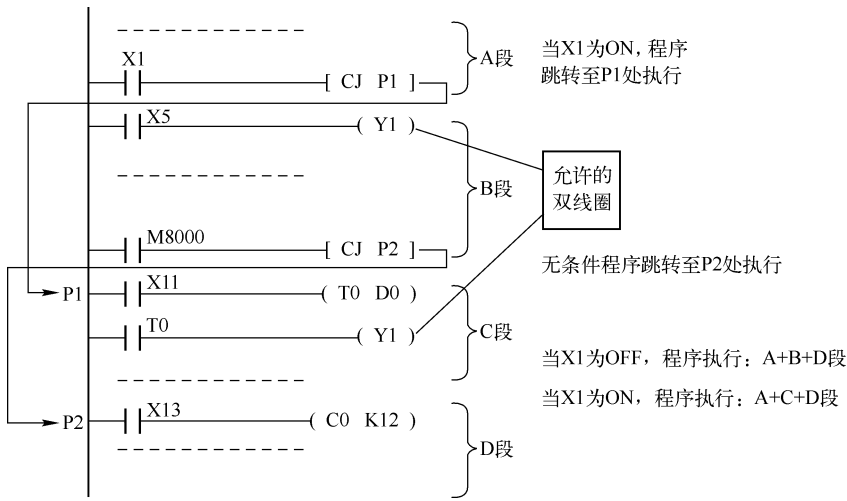

图 8-5 二选一程序段
(1) 由于跳转指令具有选择程序段的功能。在同一程序中因跳转而不会被同时执行的同一线圈，不被视为双线圈。如图 8-5 所示，当 X1 为 ON，则程序执行 A + C + D 段，当 X1 为 OFF，则程序执行 A + B + D 段，实际上 X1 成为 C 段和 B 段的选择开关。C 段和 B 段有 Y1 输出线圈，且 C 段、B 段不会被同时执行程序段，Y1 线圈不被视为双线圈。用辅助继电器 M8000 作为跳转指令的工作条件，跳转就成为无条件跳转。